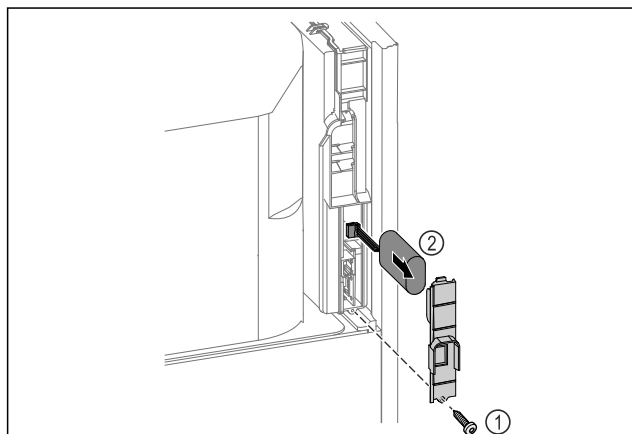

Fig. 259
- ▶ Schroef eruit draaien en het afdekplaatje aan de achterkant van het apparaat verwijderen Fig. 259 (1).
- ▶ Batterij ontkoppelen en verwijderen Fig. 259 (2).